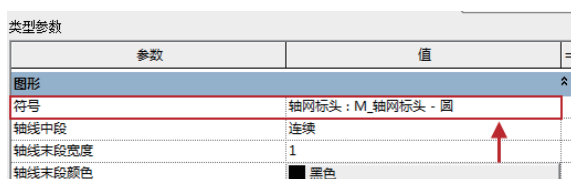

图2-23 选择符号
- 06 再次弹出【类型属性】对话框，单击弹出“符号”下拉列表，在其中选择“轴网标头”选项，如图2-23所示。